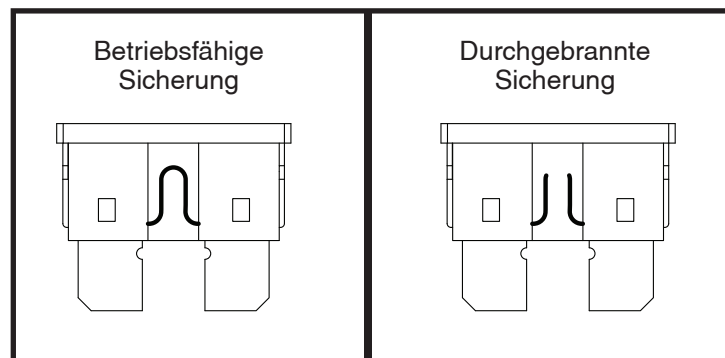

Abb. 21. Wechseln der Sicherung
2. Sicherung auf Durchbrennen überprüfen. **Siehe Abb. 21.**